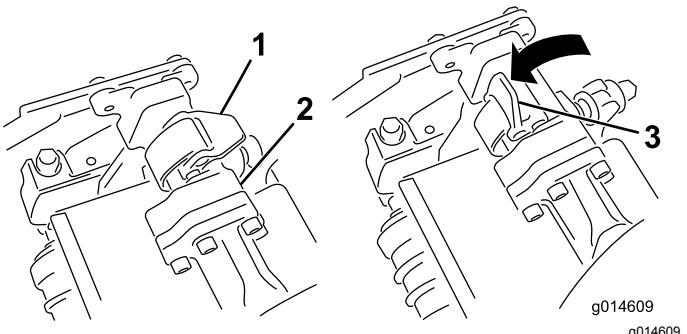

Figure 29
3. Les verrous de la barre de bras de suspension étant orientés en haut (c.-à-d. ouverts) (Figure 29), poussez le bras de suspension vers le bas pour que la barre s'engage sur la barre
4. Fermez les verrous autour de la barre du plateau de coupe et bloquez-les en place (Figure 29).
4. Ouvrez les verrous sur la barre du bras de suspension appartenant au plateau de coupe que vous voulez déposer (Figure 29).